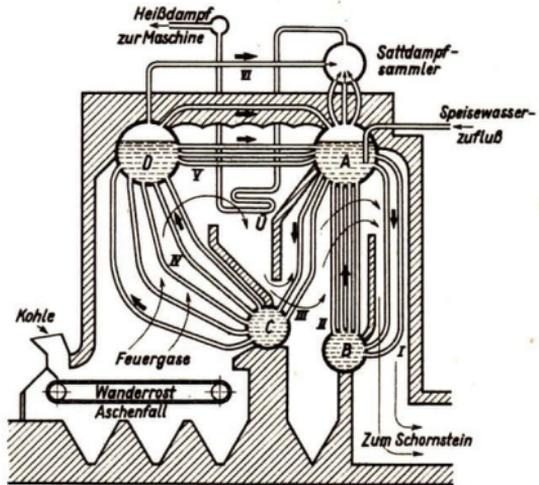

Abb. 313 Steilrohrdampfkessel (stark vereinfacht). *ABCD* Wasser-Dampf-Behälter, *Ü* Überhitzer, *I-V* Siederrohrguppe, *VI* Dampfrohre
**1. Dampfkessel.** Die betriebliche Grundlage aller Dampfkraftmaschinen bildet eine ausreichende Kesselanlage. Die Lokomotive, die wir in § 21 kennenlernten, ist mit einem *Flammrohrkessel* ausgerüstet, d.h. die Feuergase durchstreichen den Kessel der Länge nach in besonderen Rohren. Neuere Dampfkraftbetriebe sind in der Regel mit *Wasserrohrkesseln* verschiedener Bauart ausgestattet, bei denen das in Siederohren befindliche Wasser von den Feuergasen umgeben und verdampft wird. Abb. 313 zeigt als Beispiel einen stark vereinfachten Schnitt durch einen neuzeitlichen *Steilrohrkessel*. Das Wasser zirkuliert zwischen den zylindrischen Kesseln *A, B, C, D* durch die Siederguppen *I . . . V* (kurze,
Ebenso hat die Erfahrung gelehrt, daß der Wirkungsgrad der Maschine mit der Temperatur des Frischdampfes steigt. Aus diesem Grunde werden heute alle Dampfkessel mit einem sog. *Überhitzer* (vgl. Abb. 313) ausgestattet, in dem der Dampf weit über die Siedetemperatur erhitzt wird.